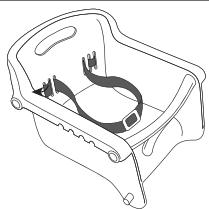

Figure 9
2. Faites passer chacune des extrémités de la ceinture en zigzag à travers les fentes restantes du dossier de siège. (Voir Figure 9)